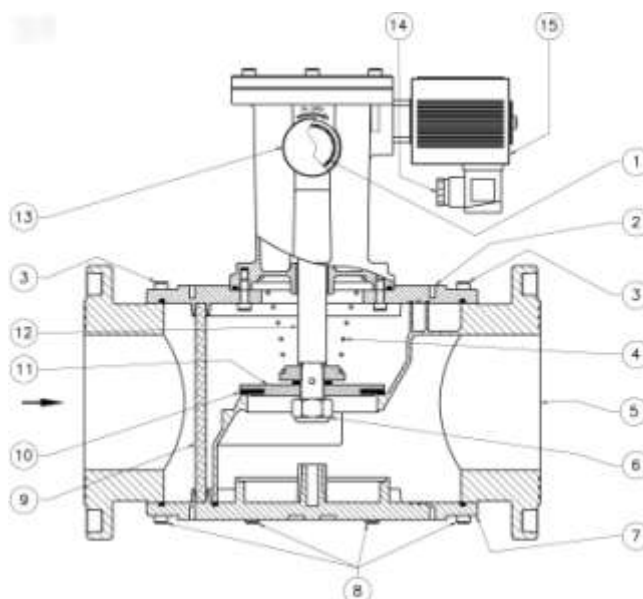

Рис. 3
Клапан (рис. 3) состоит из: рукоятка механизма взвода (1); крышка (2); винты крепления крышки (3); пружина запирающего механизма (4); корпус (5); гайка самоконтрящаяся (6); нижняя панель (7); винты крепления нижней панели (8); фильтрующий элемент 50 микрон (9); уплотняющая прокладка (10); затвор (11); центральный шток (12); колпачок рукоятки взвода (13); электрический коннектор (14); соленоид (15).